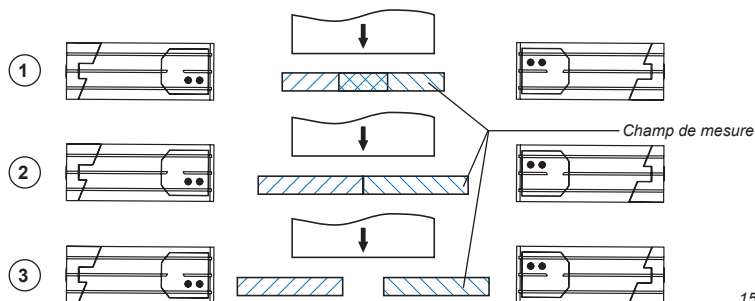

Fig. 20
Lors de cette mesure, deux FT 80 RLA ... S1 sont couplés l'un à l'autre. Les capteurs se font face (mesure de différence ou d'épaisseur - fonction n° 26). Les champs de mesure, pour la mesure de différence ou d'épaisseur, peuvent se chevaucher (1), se toucher (2) ou être distincts l'un de l'autre (3) (fig 20).
1. Montage: Positionner l'objet de référence (valeur de consigne) dans le champ de mesure et monter les deux FT 80 RLA-... (type S1) de sorte que la distance jusqu'à l'objet est toujours dans le champ de travail des capteurs (fig. 20 et 22).
Bien qu'un FT 80 RLA n'ait qu'un champ de mesure de 500 mm, il est possible en commutant Maître - Esclave de mesurer des objets dont l'épaisseur dépasse ces seuils. La solution est dans le placement des capteurs (fig. 20). Le champ de mesure nécessaire dépend de la différence maximum d'épaisseur.